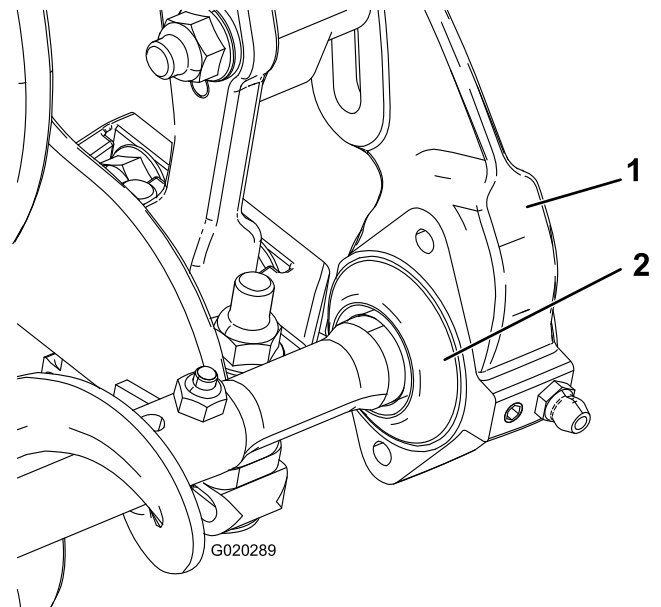

Figura 8
- Deslice cada retén hacia el exterior hasta que los sellos toquen ligeramente el alojamiento de cada cojinete (Figura 8).